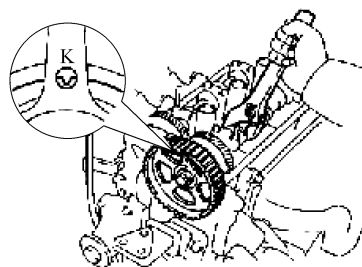

图 1-109 对准正时标记
① 转动凸轮轴六角部位,将凸轮轴正时带轮的“K”记号与轴承盖上的正时记号对齐,见图 1-109。